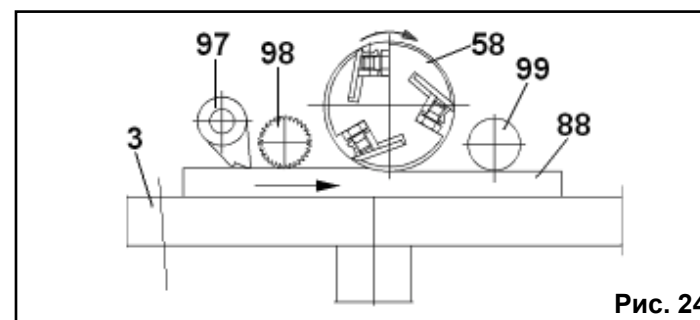

Рис. 24
9.3.4. Для строгания подавайте толстым концом заготовку (88) навстречу вращению рабочего вала (58) со стороны приёмного стола (5) до захвата её подающим роликом (98). Надёжное положение заготовки (88) на рабочем столе (3) и равномерная скорость автоматической подачи заготовки (88) обеспечивается антиотбрасывателем (97), подающим роликом (98) и приёмным роликом (99), Рис. 24.